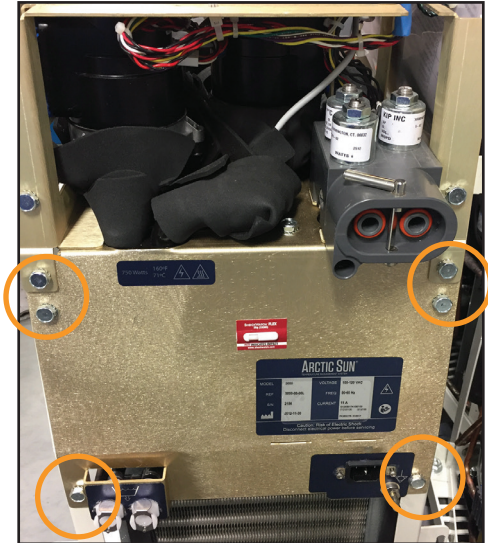

Abb. 8-36 Entfernung von sechs Schrauben (Schritt 3)
3. Entfernen Sie die 6 Schrauben wie in Abbildung 8-36 dargestellt.